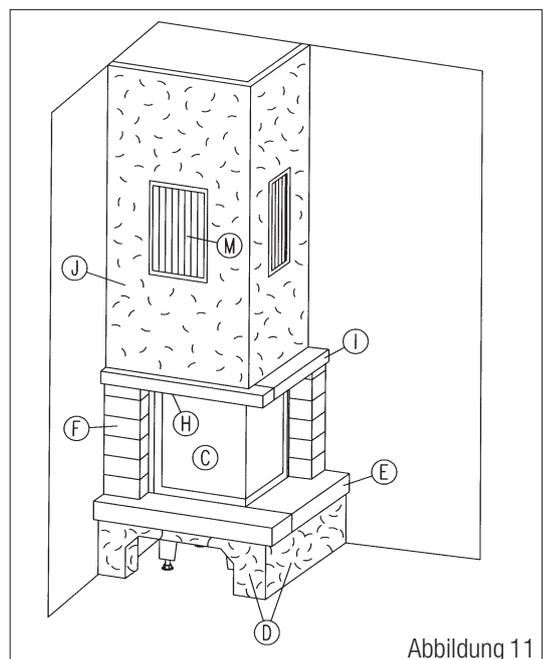

Abbildung 11
11.6 Stecken Sie nun die Lüftungsgitter in die Einbaurahmen. (Abb. 11)